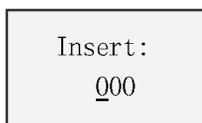

图 4.15 插入功能块
1. 于 Editor 编辑画面的“>Insert FB”处按下“OK”，则进入插入状态，如图 4.15：